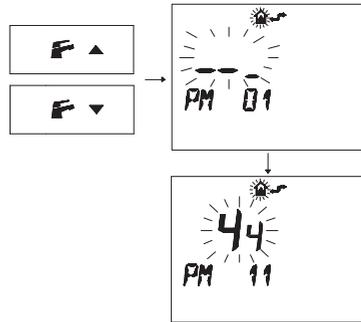

Figura 5.44
- Premere i pulsanti **F**▲ o **F**▼ per visualizzare la programmazione "**PM11**" della postcircolazione pompa (Figura 5.44).